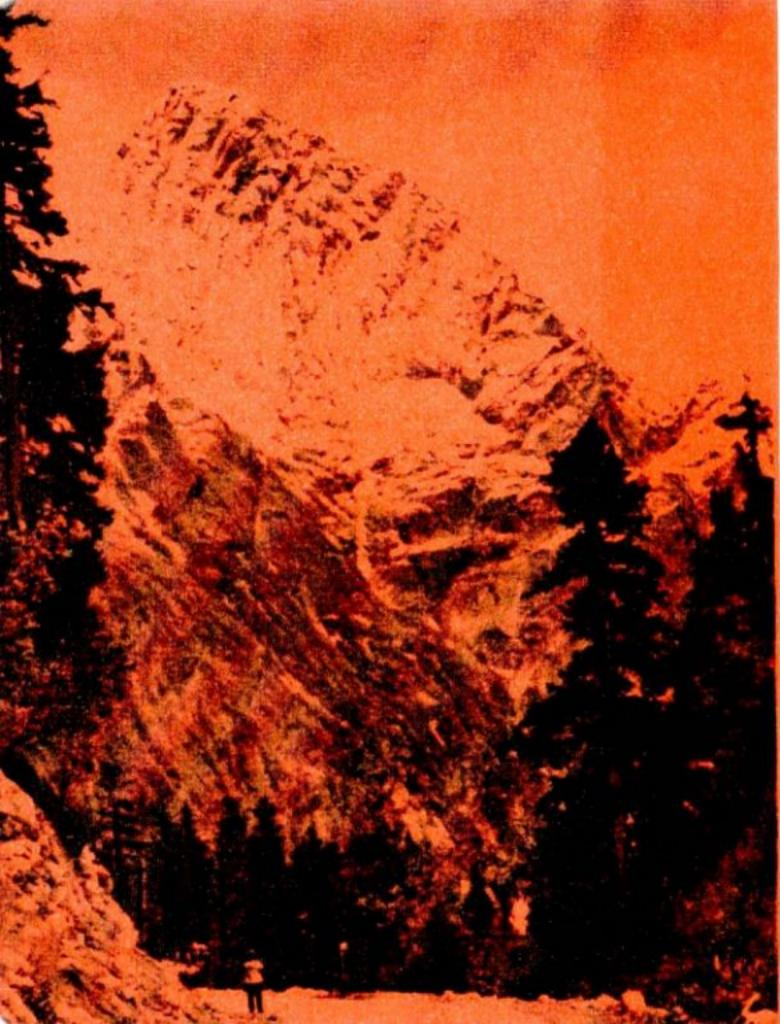

Рис. 20. Перемотка заснятой пленки в кассету
4. Вращая рукоятку обратной перемотки (рис. 20) по часовой стрелке (поджимая при этом ее к крышке), перемотать заснятую пленку в кассету.